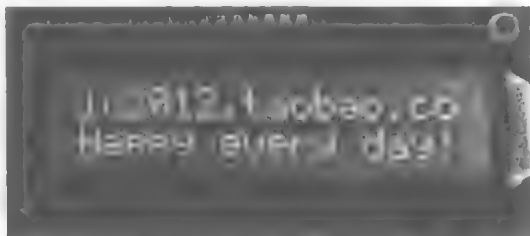

图 10.2 1602 液晶显示
- 字符型液晶显示模块是一类专门用于显示 ASCII 码字符的点阵式 LCD，如显示字母、数字、符号等内容。在显示器件的电极图形设计上，它是由若干个 5×7 或 5×11 的点阵字符位组成。每一个点阵字符位都可以显示一个字符。点阵字符位之间有一个点距的间隔，让每个字符、每行间距之间有一个点距的间隔，起到了字符间距和行间距的作用。如常见的 1601 液晶、1602 液晶都属于这类字符型液晶。这类液晶通常按液晶所能显示字符的列数和行数来命名，比如 1602 液晶，表示它每行显示 16 个字符，一共有 2 行显示。图 10.2 所示为 1602 液晶显示。